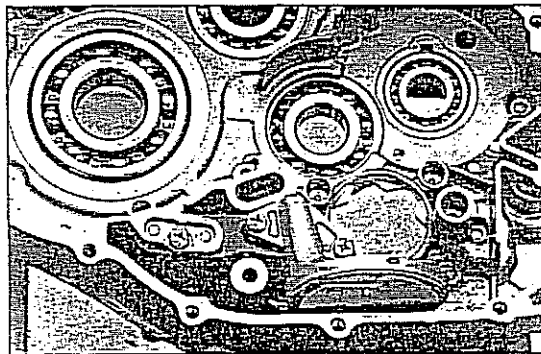

Bild 116
- Im rechten Kurbelgehäusedeckel zur Reinigung Filtersieb und Ölkanaldeckel demontieren, siehe Bild 116.